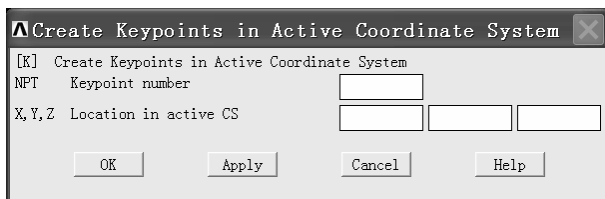
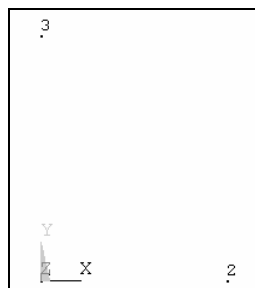

图 2-28 “Create Keypoints in Active Coordinate System” 窗口
图 2-29 关键点
(1) 依次选择 Main Menu>Preprocessor>Modeling>Create>Keypoints>In Active CS, 弹出“Create Keypoints in Active Coordinate System”窗口(见图 2-28)。在“X, Y, Z Location in active CS”后面的三个方框中依次输入“0”、“0”、“0”, 单击“Apply”(单击“Apply”后会执行一次命令, 再弹出原来的窗口, 单击“OK”按钮后, 执行一次命令但不再弹出原来的窗口)按钮生成第一个关键点, 再次弹出“Create Keypoints in Active Coordinate System”窗口。
(2) 继续在“X, Y, Z Location in active CS”后面的三个方框中依次输入“0.3”、“0”、“0”, 单击“Apply”按钮生成第二个关键点, 再次弹出“Create Keypoints in Active Coordinate System”窗口。
(3) 继续在“X, Y, Z Location in active CS”后面的三个方框中依次输入“0”、“0.4”、“0”, 单击“OK”按钮生成第三个关键点。三个关键点显示在图形窗口(见图 2-29), 注意, 第一个关键点被坐标挡住了。